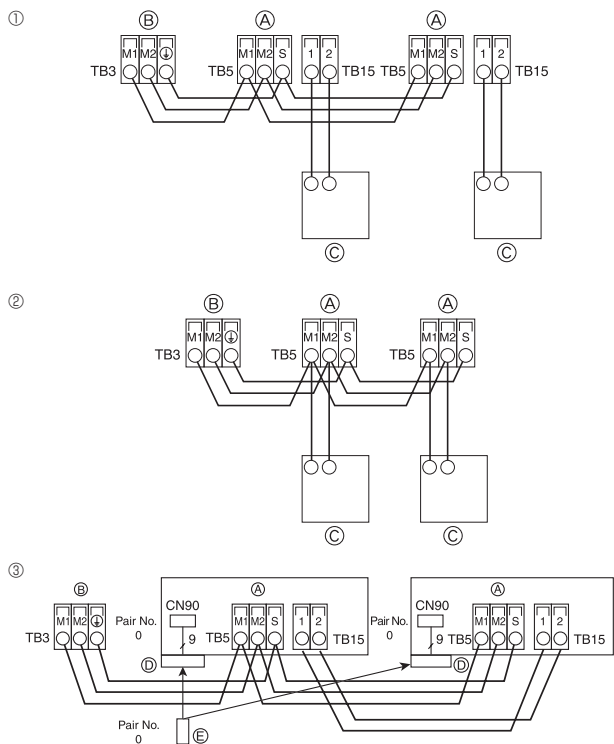
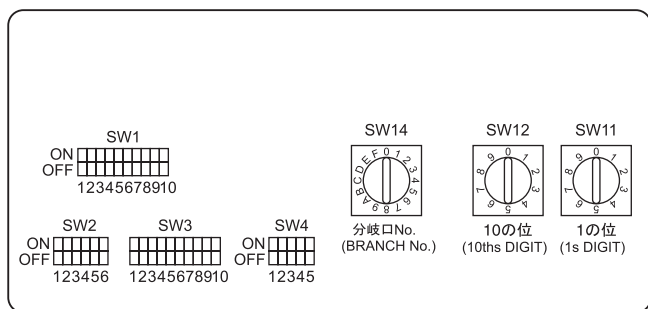

Fig. 4-5
Fig. 4-6
4.4. Collegamento del comando a distanza e dei cavi di trasmissione delle sezioni interne ed esterne (Fig. 4-5)
- ① Comando a distanza MA
- ② Comando a distanza in rete
- ③ Telecomando senza fili (se si installa il ricevitore del segnale wireless)
4.5. Impostazione degli indirizzi (Fig. 4-6)